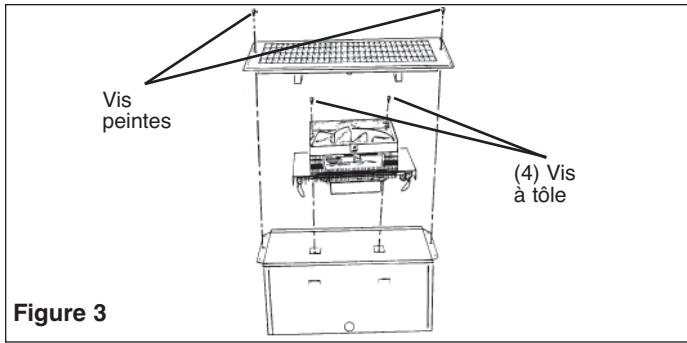

Figure 3
Glisser le radiateur partiellement dans le boîtier pour que la prise puisse être insérée dans la prise du couvercle de boîtier de jonction. Après avoir complètement inséré la prise, pousser le radiateur en place et bloquer avec les deux vis fournies. (Voir la figure 3).
2. Placer la grille sur le boîtier et la bloquer avec les deux vis peintes fournies conformément à la figure 3. (Voir l'avertissement n° 7).